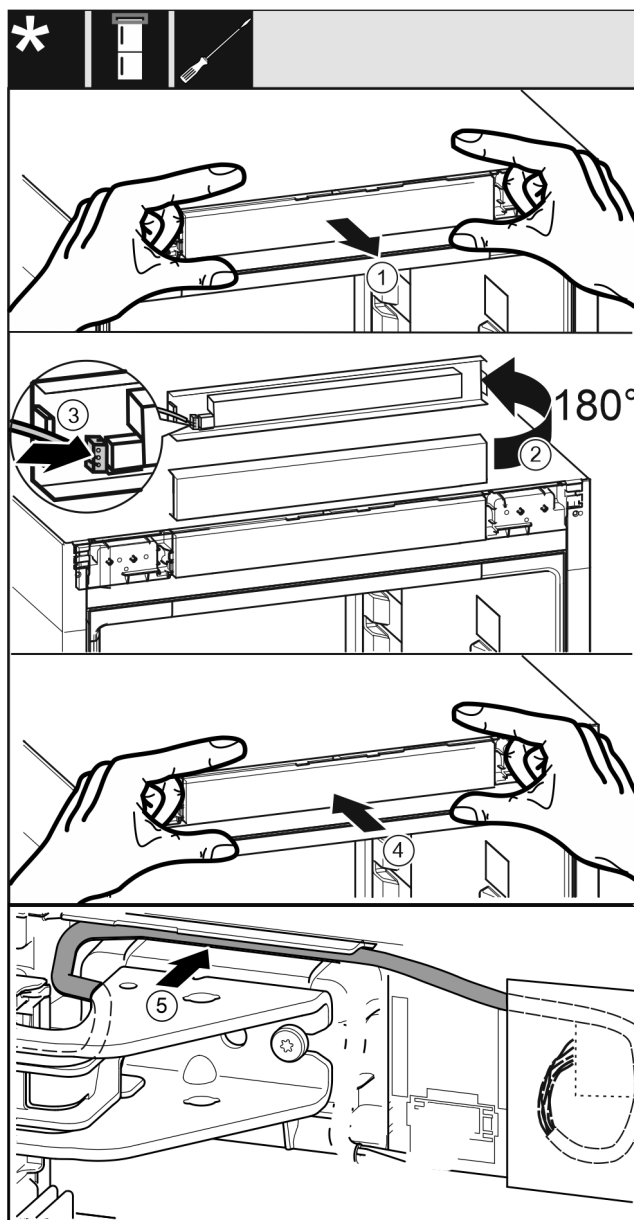

Fig. 57
- Opatrně vyjměte panel Fig. 57 (1).
- Panel Fig. 57 (2) otočte nahoru o 180°.
- Zástrčka Fig. 57 (3) zacvakne do panelu.
- Nasadte panel Fig. 57 (4) zpět na spotřebič.
- Kabel Fig. 57 (5) opatrně položte ve vedení nad horním stojanem ložiska.